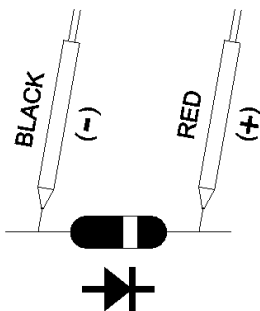

Fig. 3
- b. Lors d'un branchement correspondant à la Fig. 3, un contrôle inversé de la diode est réalisé. Si la diode testée est en bon état, « OL » s'affiche. Si la diode testée est défectueuse, « 0.000 » ou d'autres chiffres s'affichent. Un test de diode correct inclut les deux étapes a. et b. décrites ci-dessus.